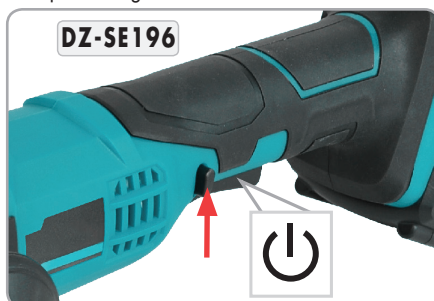

Fig.12
- Apăsați întrerupătorul cu degetul de la mâna dreaptă. Anticipați și fiți pregătiți să preluați cuplul de pornire Fig. 12.